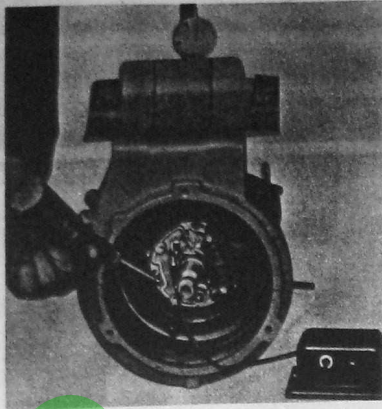

Fig. 42
3. Ankerplatte durch leichte Schläge so verdrehen, bis die Glühlampe erlischt (Fig. 42).
3. Tap anchor plate lightly to change its position until the glowing lamp extinguishes (Fig. 42).